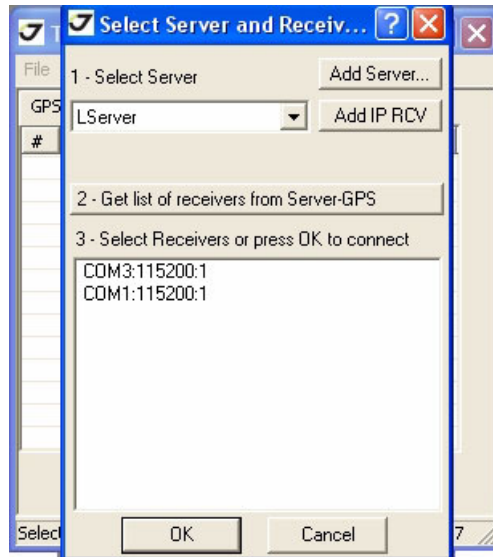

Рисунок 3-6. Параметры соединения
2. Запустите TriVU. Выберите порт (COM) и нажмите Ok (Рисунок 3-6).